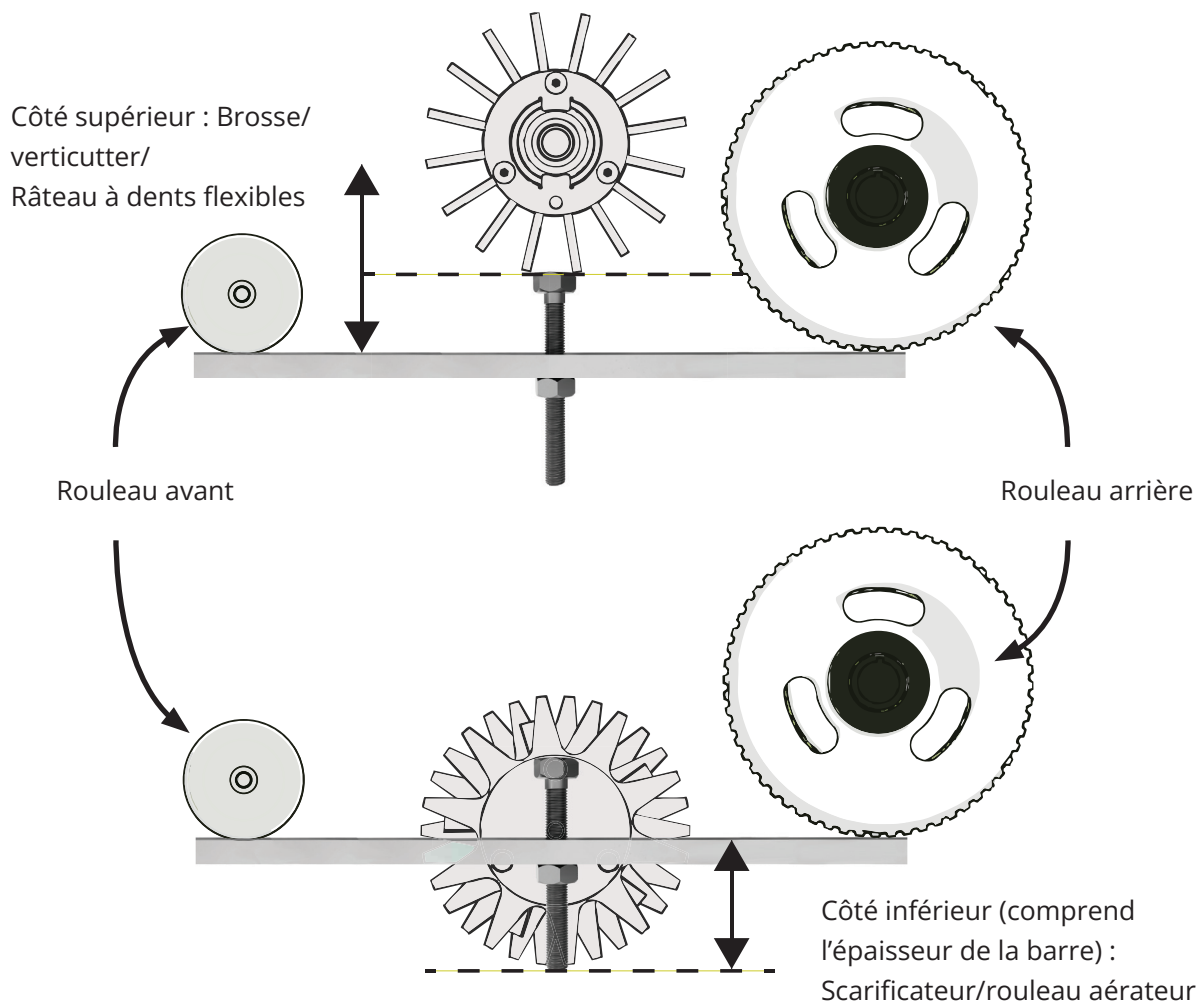

Fig.10. Mesure de la barre de réglage pour les cassettes au-dessus/en dessous du sol.
au-dessus ou au-dessous de la barre de réglage (à la tête ou à l'extrémité du boulon, respectivement) soit celle voulue (Fig. 10).
7. Tournez la roue dentée pour relever ou abaisser le rouleau avant. Lorsque vous procédez à cette opération, placez à nouveau la barre de réglage entre le rouleau avant et le rouleau arrière. Vous pouvez cesser le réglage quand l'extrémité des poils de la brosse ou des lames du verticutter est au même niveau que la tête du boulon, ou bien quand l'extrémité des lames du scarificateur ou des pointes du rouleau aérateur est au même niveau que l'extrémité du boulon. (Fig. 10). Serrez légèrement l'écrou de serrage supérieur.